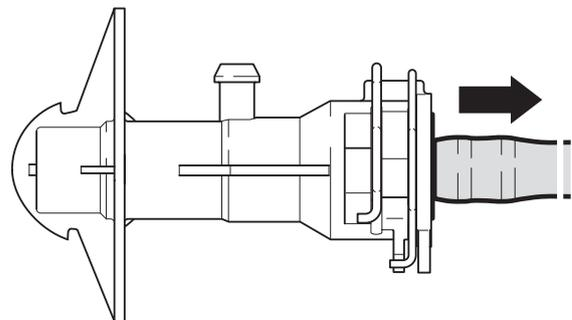

Fig. 3 : Lorsque le raccord est tiré et le clip fermé, l'orifice de purge est ouvert
6. Tirer le conduit jusqu'à la 2ème butée (fig. 3)